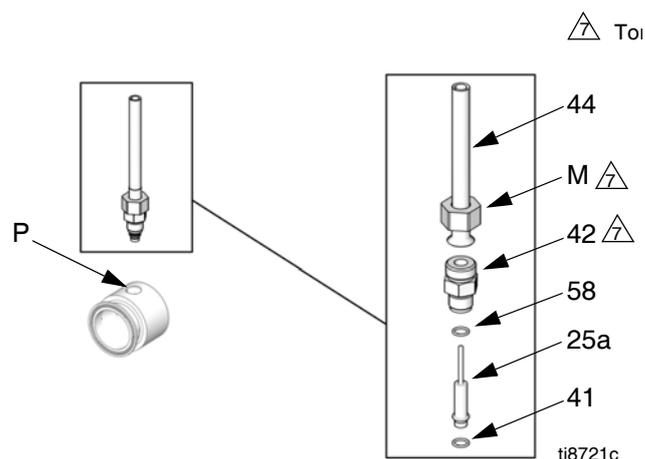

FIG. 12. Transdutor de pressão
11. Consulte a FIG. 12. Desaperte a porca (M) no conduíte do sensor (44) e desaperte o adaptador (42) da porta do transdutor (P). Retire o transdutor (25a) da porta.
13. Consulte a FIG. 12. Instale um novo O-ring (41) e o novo espaçador de bronze (58) no transdutor (25a).
16. Consulte a FIG. 12. Introduza o transdutor na porta do transdutor (P). Torqueie o adaptador primeiro (42), depois a porca (M) até 15 - 20 pés-lb (21 - 27 N•M).